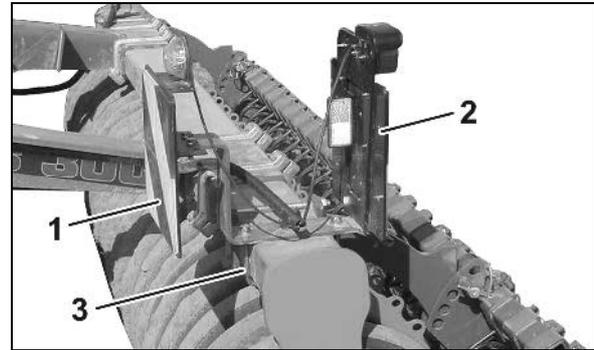

Fig. 14
- o Desserrez l'étrier de blocage et démontez l'éclairage à l'avant (Fig. 14/1) et à l'arrière (Fig. 14/2).